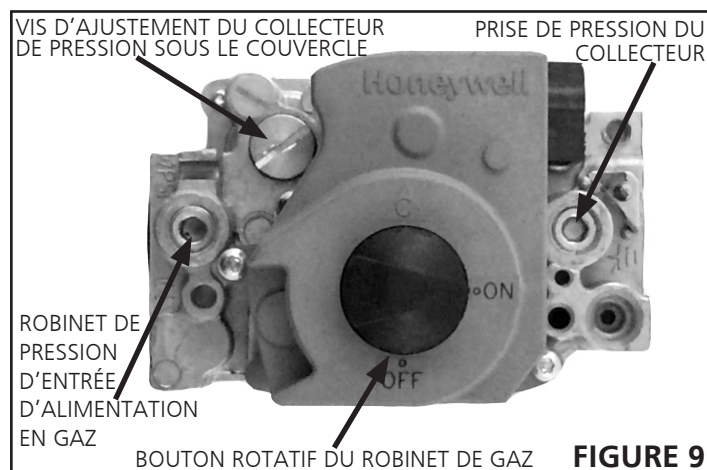

FIGURE 9
- Il y a un bouton rotatif noir lequel peut être passé en position de marche (ON) ou en position d'arrêt (OFF). Pivoter le bouton à la position d'arrêt (OFF). (Voir la **figure 9**).
- Pivoter le bouton noir à la position de marche (ON).
- Après avoir vérifié, et ajusté, la pression de ligne, vérifier la pression au collecteur. La bonne pression au collecteur est indiquée sur la plaque de classification de l'appareil. Voir le **figure 9** pour l'emplacement de la vis d'ajustement de pression du gaz. Un ensemble de conversion de gaz naturel au gaz propane est requis pour faire la conversion de l'appareil. Se référer aux instructions d'installation fournies avec l'ensemble de conversion pour la procédure de conversion.